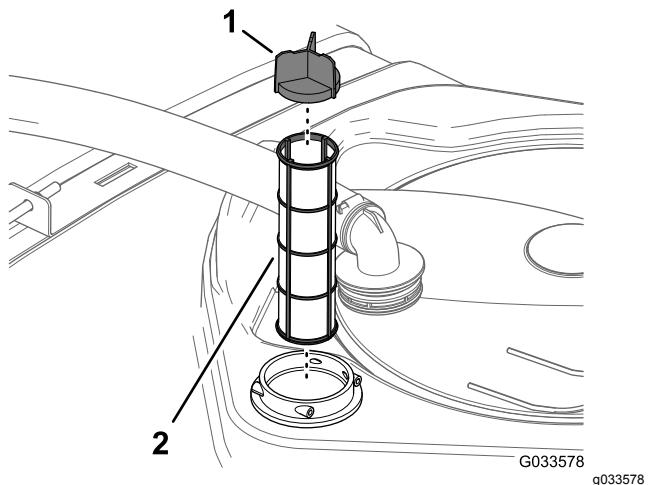

Bild 78
4. Ziehen Sie das Saugsieb aus dem Filtergehäuse im Behälter (Bild 78).